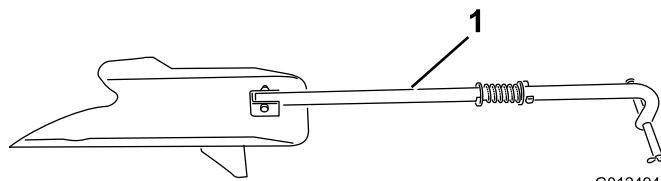
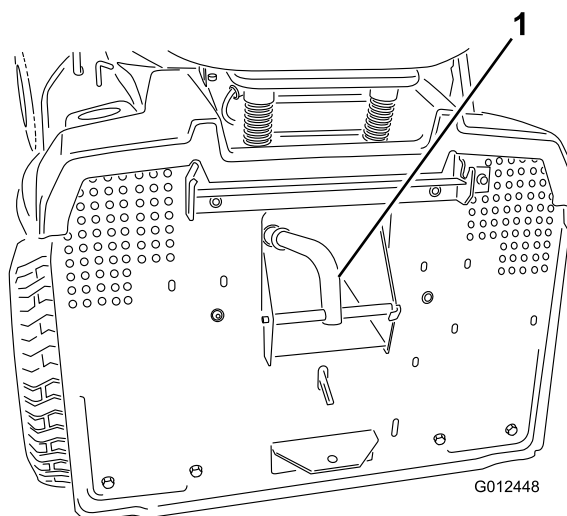

Bild 17
Bild 18
5. Setzen Sie den Mulchverschluss (Bild 17) in die Auswurföffnung am Heck der Maschine und haken ihn in das Loch am Auswurfkanal ein (Bild 18).